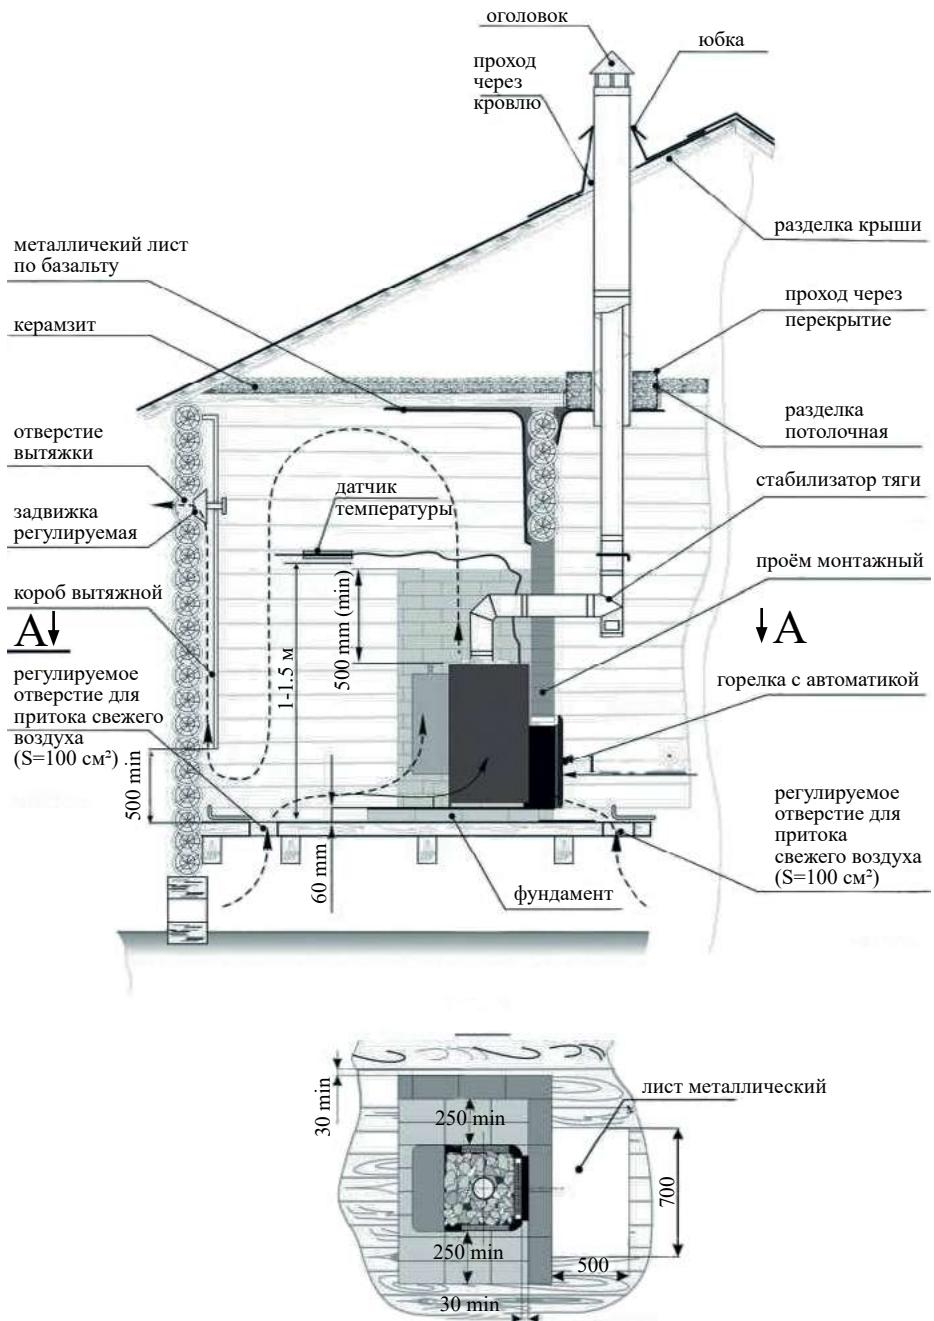

Рисунок 3 – Установка печи с тоннелем, вынесенным в смежное помещение
Необходимо обратить внимание на правильную организацию дымохода (см. рисунок 3). Рекомендуется использовать модульные тонкостенные дымовые трубы из нержавеющей стали толщиной не менее 0,5 мм. Соединение патрубка печи с основной частью дымохода осуществляется стальной трубой толщиной не менее 1 мм и длиной не менее 0,5 м (стартовый модуль дымовой трубы). Стыки дымовых труб уплотняются термостойким герметиком (или другим несгораемым теплоизоляционным материалом) и стягиваются стальными хомутами.
- в) Закрепите термобаллон датчика температуры (рисунок 3). Протяните датчик температуры от ГГУ из предбанника в парилку через отверстие тоннеля. Установите датчик в парном помещении на высоте 1,3-1,5 м от
Для обеспечения хорошего воздухообмена в бане необходима организация приточно-вытяжной вентиляции (рисунок 3). В полу каждого из помещений бани прорубается отверстие для притока свежего воздуха сечением 100 см². Одновременно с притоком воздуха осуществляется просушка подпольного пространства и половых досок с нижней стороны. Место расположения приточного отверстия необходимо выбирать в зависимости от типа помещения бани (предбанник, парная, моечное отделение) и способа установки газо-дровянной банной печи (вынесен тоннель в смежное помещение или нет).